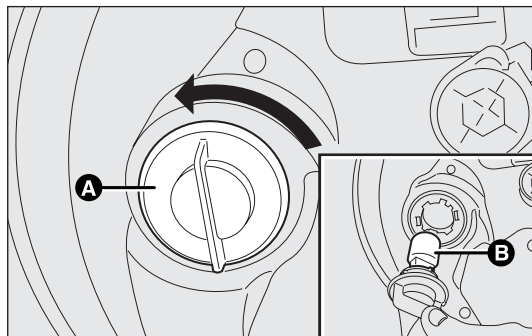

рис. 161
- при помощи соответствующего ребра поверните А – рис. 161 против часовой стрелки и выньте патрон;